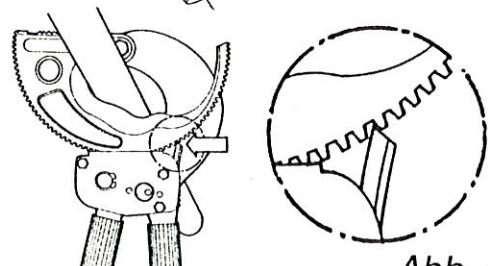

Abb. 6
4. Die Halteklinke muß in den Zahnkranz des Drehmessers einschnappen (Bild 6).